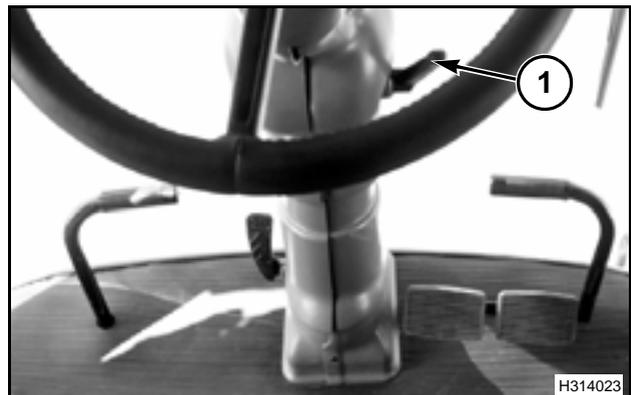

FIG. 26
FIG. 26: Además el volante puede moverse hacia delante y hacia atrás, muevase la traba (1) de la columna de dirección en sentido antihorario. Girar la traba de la columna en el sentido horario para trabar el volante en la posición deseada.